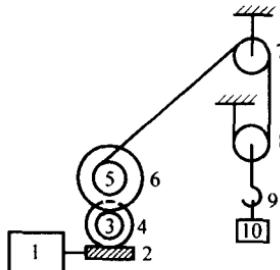

图 2.3
2.3 起重机的传动机构如图 2.3 所示, 图中各部件的数据见表 2.4。已知起吊速度为 12m/min, 起吊重物时传动机构效率  $\eta = 0.7$ 。试计算: